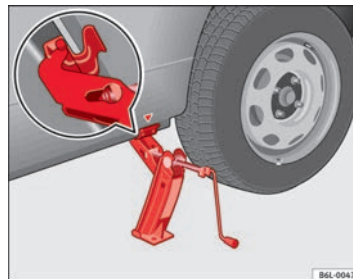

Fig. 150 Mise en place du cric
- Positionnez le cric de sorte que son crochet entoure la nervure du bas de caisse et que la base mobile soit appuyée bien à plat sur le sol ⇒ **fig. 150**.